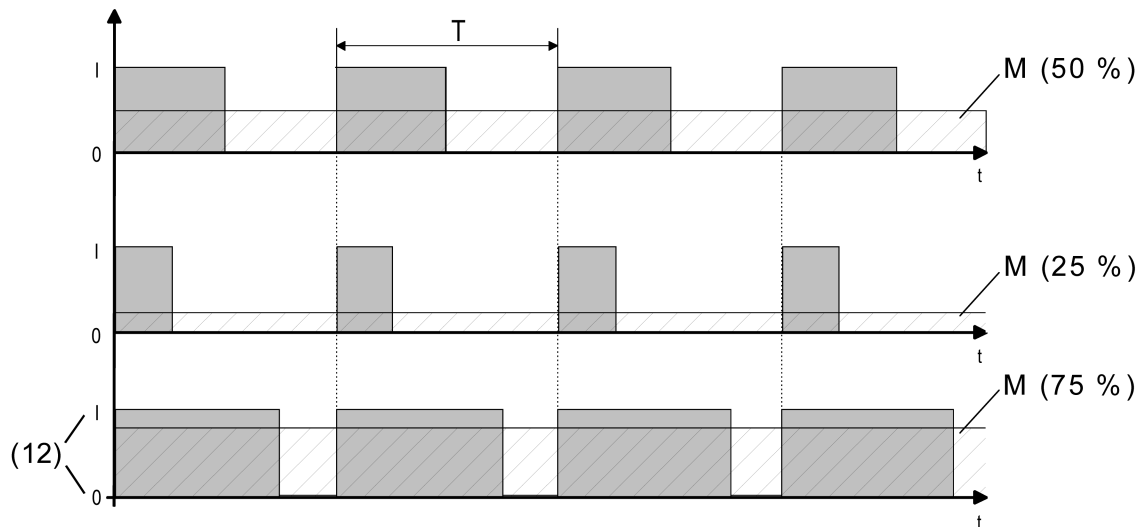

Figure 16: Modulation de largeur d'impulsion d'un signal de sortie de valve
Dès que l'appareil doit régler un paramètre constant ou une valeur de position de consigne de valve constante configurée dans l'ETS, il module le signal de sortie via la largeur d'impulsion d'activation. La valeur moyenne (M) du signal de sortie résultant de cette modulation (en tenant compte de la durée de cycle (T) réglable dans l'appareil) sert de mesure pour la position de valve moyenne de la valve réglable et constitue ainsi une référence pour la température ambiante réglée (figure 16).